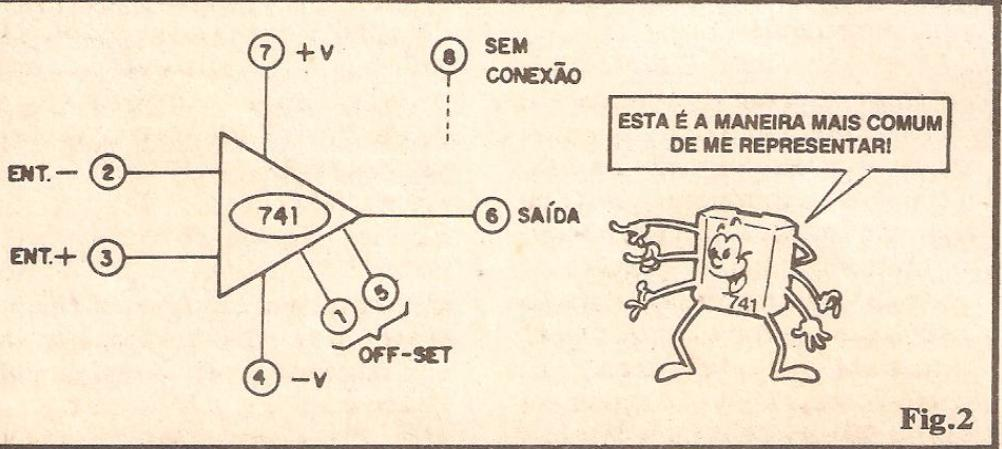

Fig.2
- FIG. 2 - CONFERINDO A PINAGEM (FUNÇÕES E PARÂMETROS) - O bloco triangular visto na figura constitui a maneira convencional de representar um módulo amplificador nos esquemas e diagramas de circuitos... O Leitor/“Aluno” verá muitas vezes essa estilização, ao longo do nosso “Curso”... Observando a ilustração, vamos relacionar pinos e funções, para que não fiquem dúvidas ao Leitor/“Aluno”, durante eventual utilização prática do Integrado: